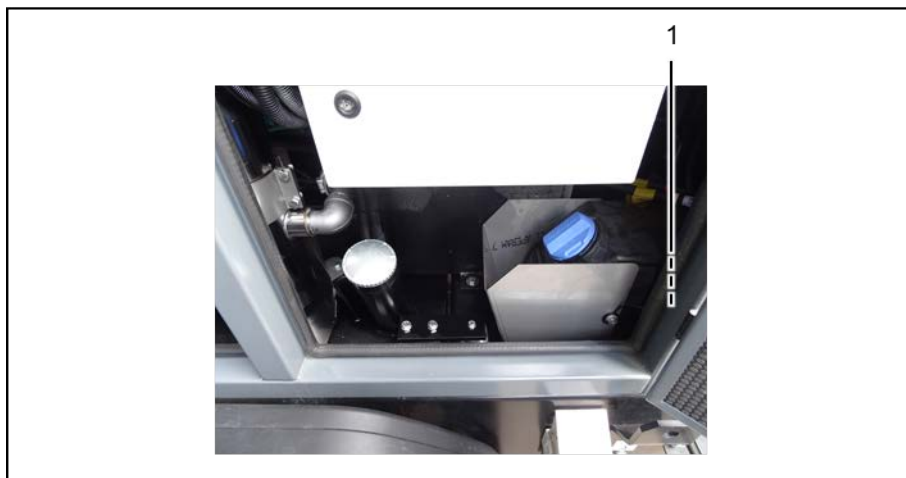

Рис. 30: слив охлаждающей жидкости
2. Подсоедините прилагающийся шланг к ниппелю (Рис. 30: поз. 1).